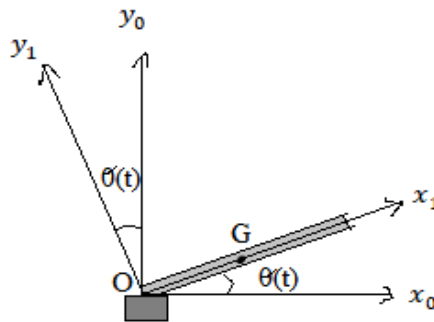

Figure V.3
**Exercice 02.** Soit une barre mince homogène (S), de masse (m), de longueur (L), astreinte à glisser dans le plan (xOy) tout en étant en contact permanent avec un point O d'un bâti fixe. Le centre d'inertie G de ce solide (S) est :  $\overrightarrow{OG} = x(t)\overrightarrow{x_1}$ .
$R_0(O, \overrightarrow{x_0}, \overrightarrow{y_0}, \overrightarrow{z_0})$  est le repère fixe lié au bâti et  $R_1(O, \overrightarrow{x_1}, \overrightarrow{y_1}, \overrightarrow{z_1})$  est un repère lié à (S) ou  $\overrightarrow{z_0} \equiv \overrightarrow{z_1}$  (axes confondus) ( Figure V.3).